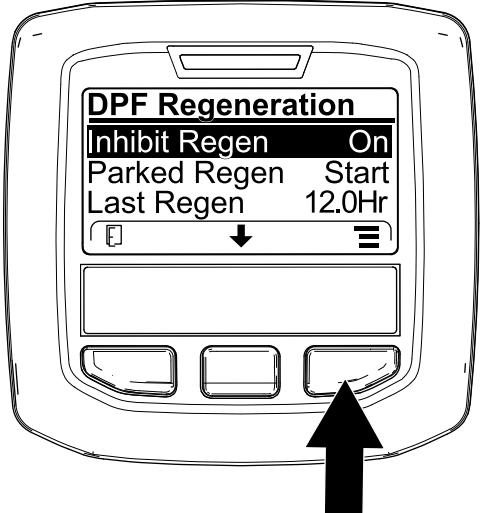
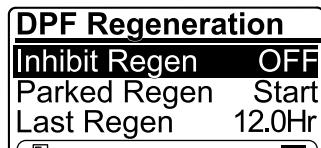

Figure 70
Figure 71
1. Ouvrez le menu DPF Regeneration (régénération du FAP), appuyez sur le bouton central pour naviguer jusqu'à l'option INHIBIT REGEN (interdiction de régénération), et appuyez sur le bouton droit pour la sélectionner (Figure 70).
2. Appuyez sur le bouton droit pour changer l'option d'interdiction de régénération de On (activée) à Off (désactivée) (Figure 70) ou inversement (Figure 71).